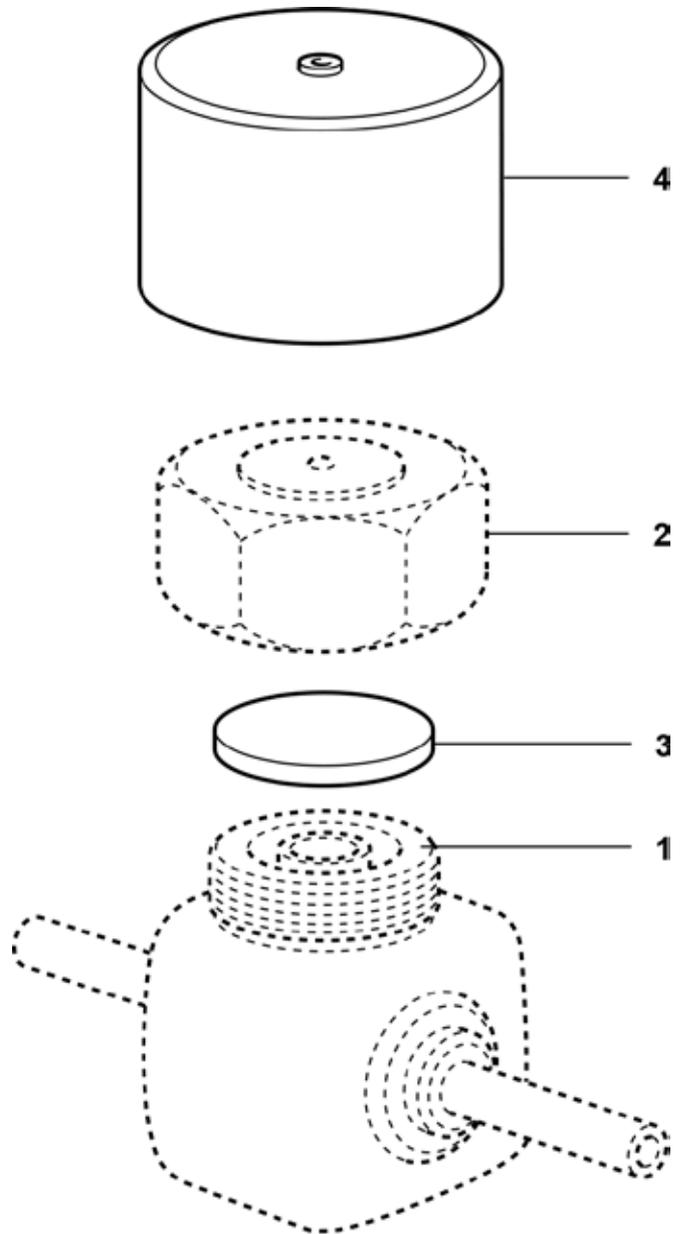

Fig. 4
- Nota : Voir la Fig. 4, page 7, pour la localisation des pièces.
- Enlever le couvercle isolant (4) si monté.
- Dévisser le chapeau (2) en utilisant un tournevis. Ne pas utiliser de clé Stillsons ou une clé similaire sous peine de vriller le chapeau.
- Si le disque (3) et les portées de siège (1) sont légèrement marqués, ils peuvent être rodés individuellement sur une surface rigoureusement plane.